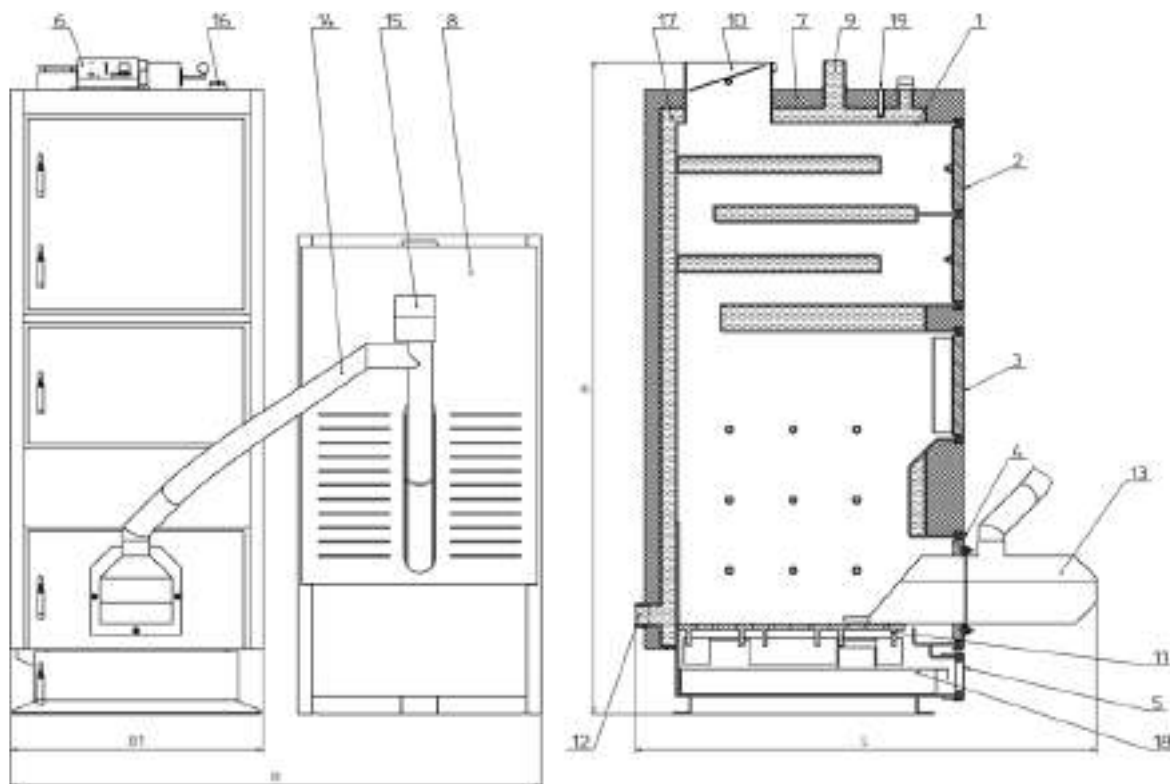

Рисунок 5.1 – Внешний вид и основные элементы котлов типа КТНк
Конструктивно котел представляет собой сборносварную конструкцию, состоящую из корпуса с камерой сгорания (поз. 1, рис. 5.1). Над топкой расположена конвекционная часть котла, что представляет собой высокоэффективный четырёхходовый теплообменник.
Корпус котла выполнено в форме параллелепипеда с двойными стенками, которые разделены водными перегородками (поз. 17, рис. 5.1). На наружной поверхности корпуса под декоративной обшивкой закреплена тепловая изоляция (поз. 7, рис. 5.1).
- шнекового (винтового) механизма подачи топлива, который приводится в движение мотор-редуктором (поз. 15, рис. 5.1);
- автоматической пеллетной горелки (поз. 13, рис. 5.1)
- электронного контроллера температуры (поз. 6, рис. 5.1).
Топливо для процесса сжигания подается автоматически из расположенного у котла бункера для топлива (поз. 8, рис. 5.1) с помощью винтового (шнекового) механизма подачи. Шнековый механизм соединяется с горелкой гибким гофрированным рукавом (поз. 14, рис. 5.1), который изготовлен из легкоплавкого материала. Сгорание топлива (пеллеты) происходит в камере сгорания горелки на подвижном колоснике, который изготовлен из жаропрочной стали. Камера сгорания горелки выполнена из огнеупорного керамики.
Обслуживание котла состоит в периодическом добавлении топлива в бункер (поз. 8, рис. 5.1) и устранении золы из зольной полки (без необходимости погашения котла). После разжигания котёл не требует постоянного пребывания в помещении, где он смонтирован, обслуживающего персонала. Эксплуатация котла может происходить непрерывно во время всего отопительного сезона. Котел может также работать после отопительного сезона в системе с бойлером на горячее водоснабжение.
Дымовые газы выходят в дымоход через боров (поз. 10, рис. 5.1), расположенный в задней части котла. Боров оборудован дроссельным клапаном продуктов сгорания - шибером, который в случае слишком высокой тяги в дымоходе дает возможность ее снизить путем частичного перекрытия выходного отверстия боровой.
- дверцы для периодического обслуживания (чистки) конвективной части котла (поз. 2, рис. 5.1);
- дверцы топки (поз. 3, рис. 5.1)
- дверцы горелки (поз. 4, рис. 5.1)
- дверцы зольника (поз. 5, рис. 5.1)
В верхней части теплообменника размещены: патрубок прямой сетевой воды (поз. 9, рис. 5.1) и штуцер для установки предохранительного клапана (поз. 16, рис. 5.1). В нижней части, на задней стене - патрубок обратной воды (поз. 12, рис. 5.1). Сливной патрубок расположен на боковой стенке котла.
Корпус котла обложен теплоизоляционным материалом (поз. 7, рис. 5.1).
Датчик температуры в комплекте контроллера необходимо закрепить на неизолированной участке патрубка прямой сетевой воды (поз. 8, рис. 5.1), используя шпильковое крепление (бандаж). После предварительной затяжки бандажа (бандаж можно обернуть вокруг трубы дважды, или отрезать избыток ножницами для металла), вложить датчик температуры между бандажом и трубой. Осторожно зажать бандаж так, чтобы датчик температуры не перемещался под бандажом. Очень сильное затягивание